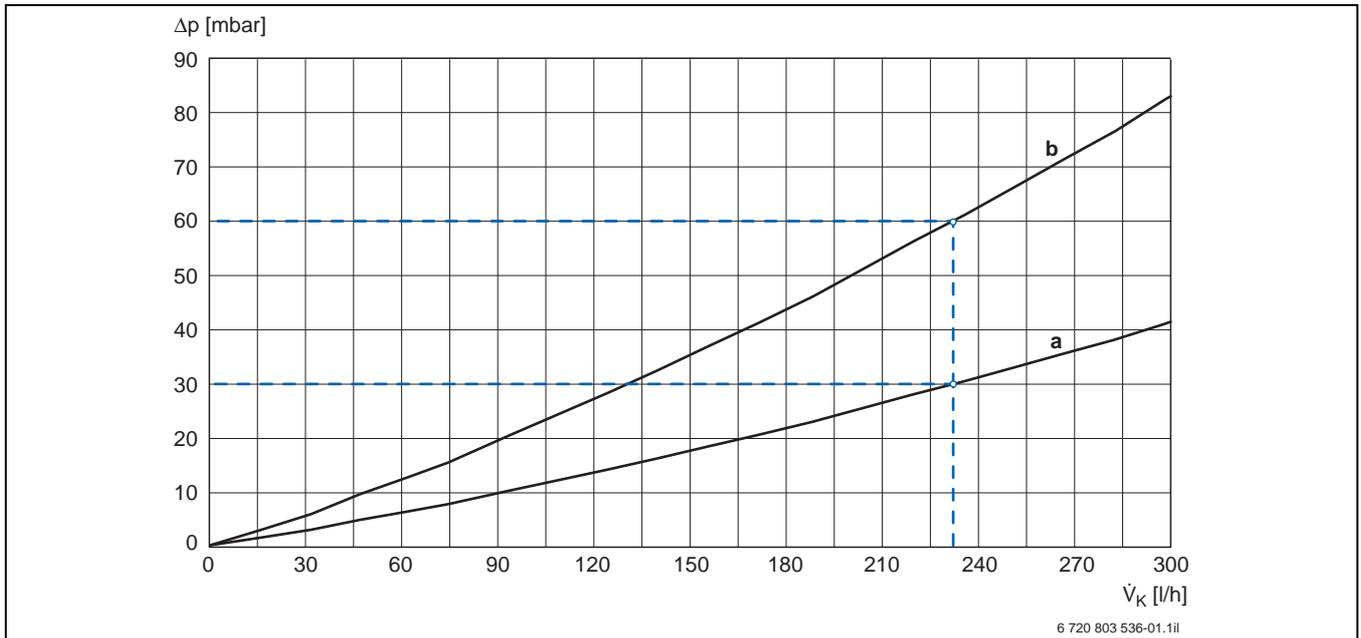

Fig. 97 Perdita di carico dei collettori a tubi sottovuoto Logasol SKR6, SKR12
- lettura dal diagramma nella fig. 97: